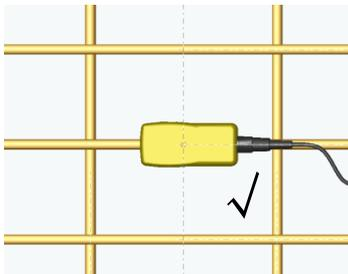

图 4-9
- 3) 扫描方向应垂直于钢筋走向（如图 4-9），否则可能会造